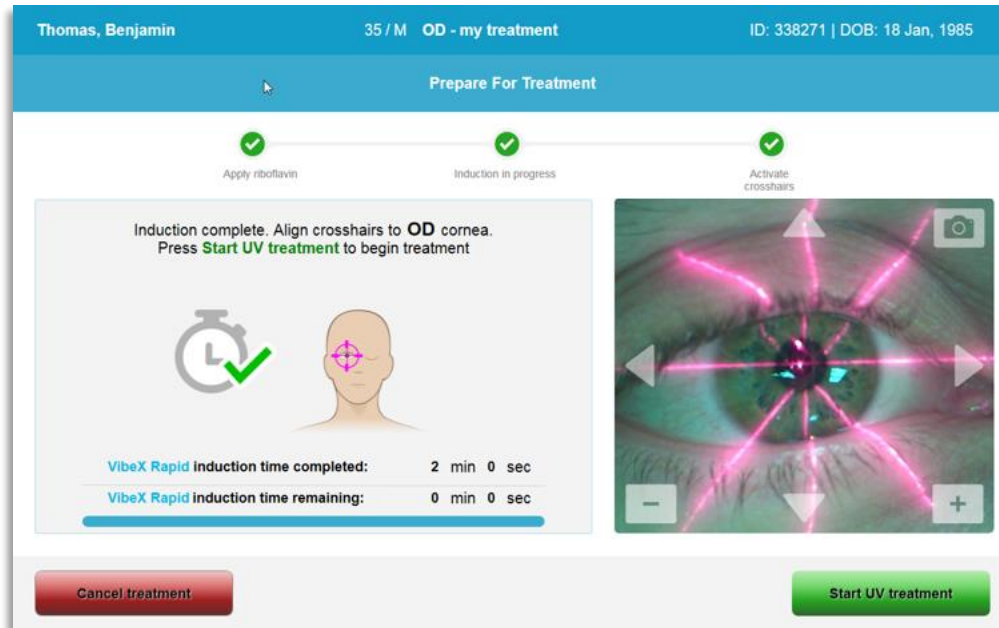

Figura 3-25. Inizio del trattamento UV
- Una volta terminati l'applicazione di riboflavina, l'induzione e l'allineamento dei reticoli, avviare il trattamento premendo il pulsante "Start UV treatment" (Inizia il trattamento UV), come mostrato nella Figura 3-25.